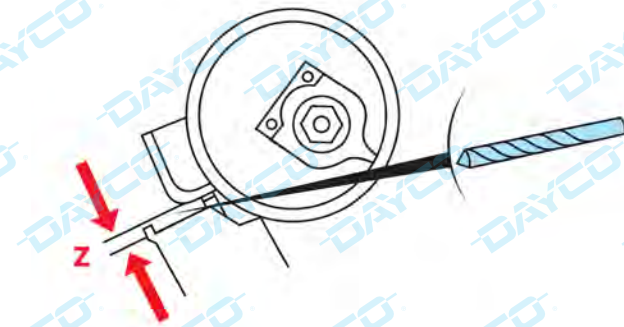

Fig. 4
- Compruebe que el valor Z sea de 4 mm +/- 1 (Fig. 4).